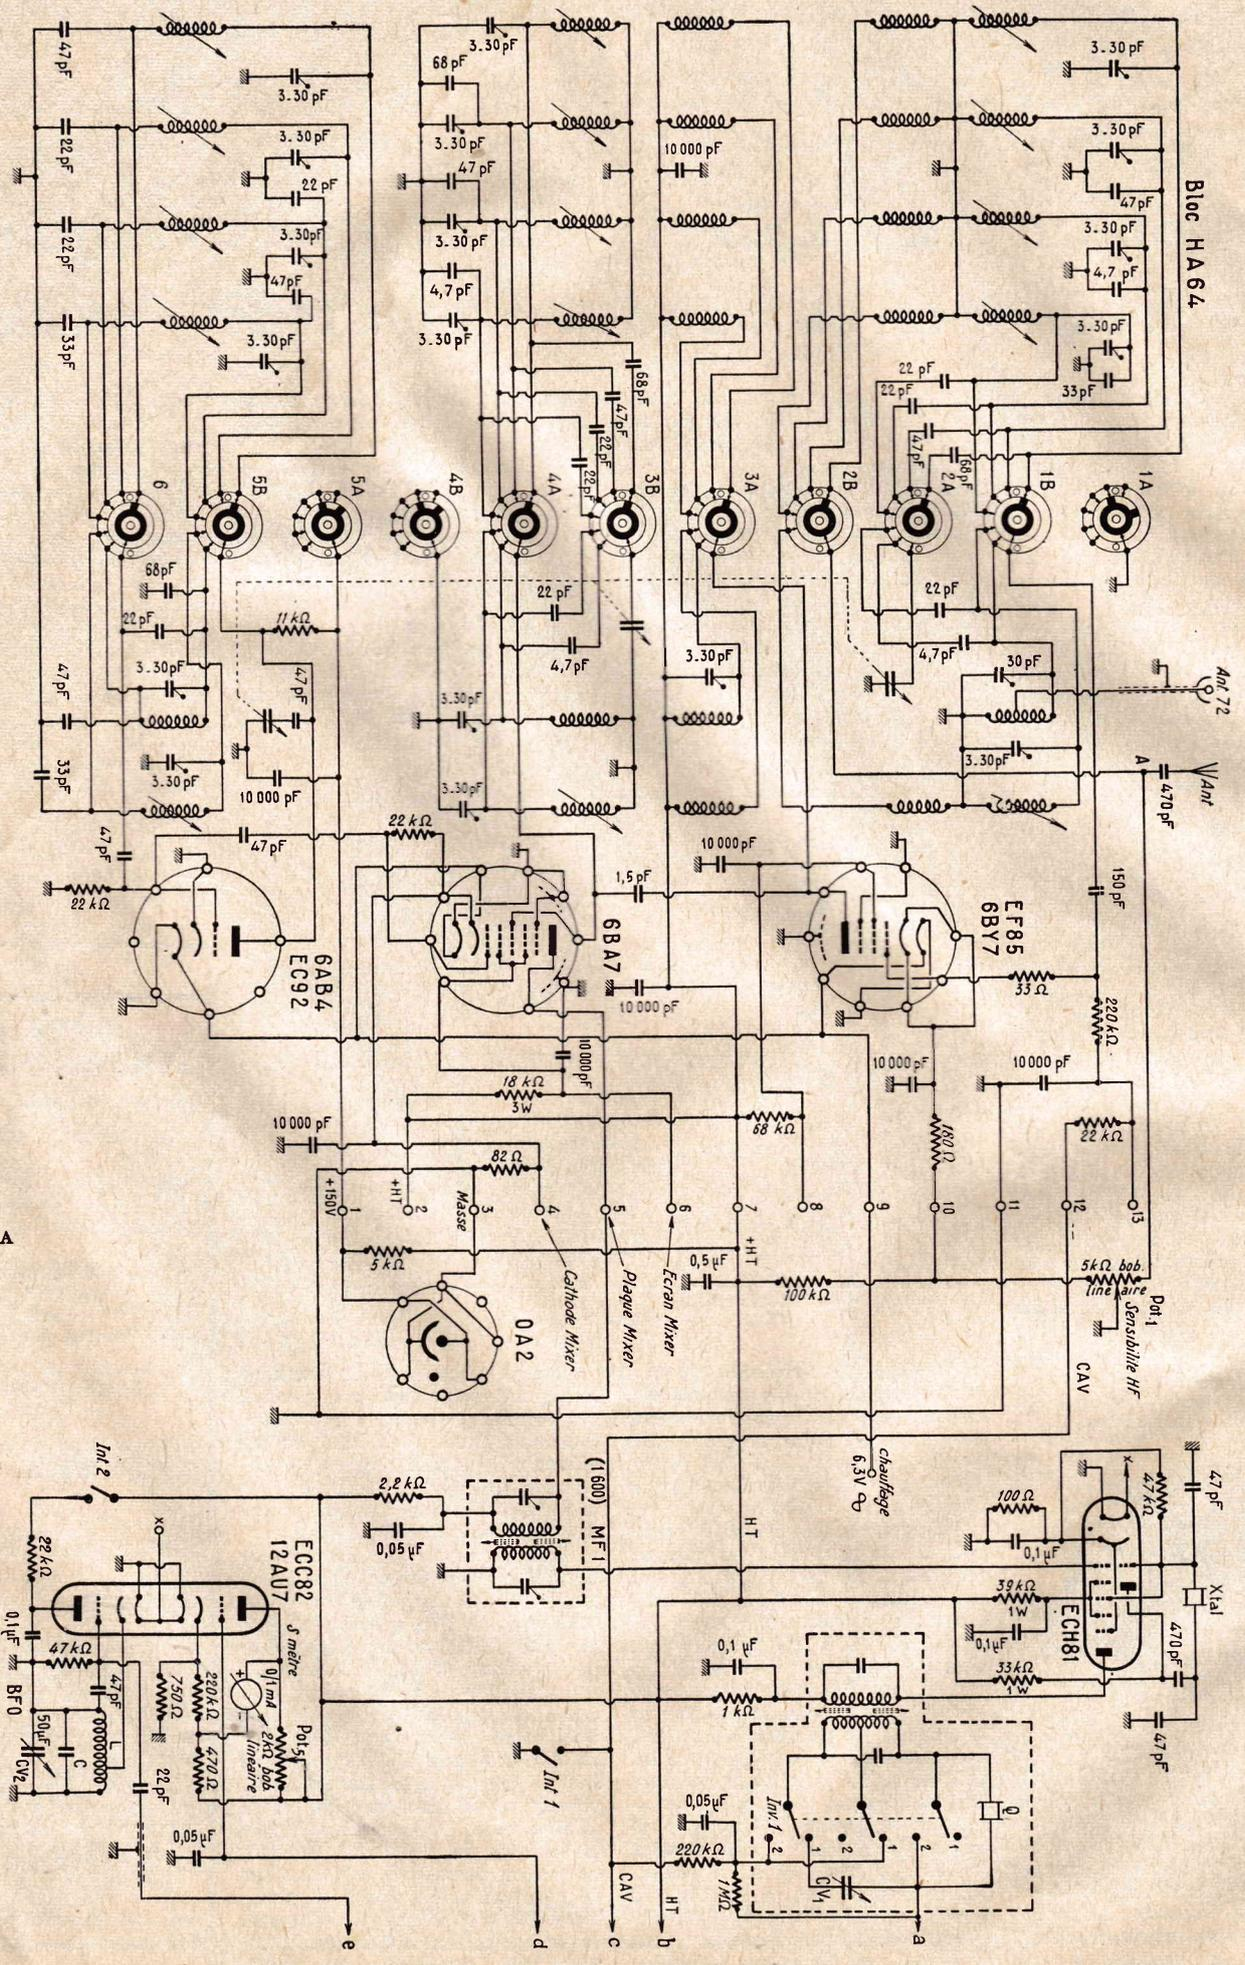

Fig. 2 A
Le schéma complet du récepteur est montré sur la figure 2. Mais avant de procéder à son
Le réglage de sensibilité préconisé à l'origine ne nous plaisant pas beaucoup, nous avons apporté une petite modification. La résistance de cathode de 180 Ω du tube EF85 (HF) est montée entre cathode et masse; c'est-à-dire entre la cosse 10 et la masse; nous avons modifié cette disposition en intercalant la résistance de 180 Ω en série dans la connexion allant à la cosse 10 (voir figure 2). Ceci, afin de pouvoir réaliser un réducteur de sensibilité HF agissant simultanément sur la polarisation du tube d'entrée et sur l'antenne (potentiomètre Pot. 1 de 5 000 Ω bobiné linéaire). Ce système est particulièrement intéressant dans le cas où des émetteurs puissants,
Pour terminer avec la figure 2, il ne nous reste que l'alimentation à examiner; elle est d'ailleurs très classique. La valve utilisée est du type GZ32 et les caractéristiques de tous les éléments, largement calibrés, sont données directement sur la figure.
7° Au point de vue câblage, on s'astreindra à faire des connexions aussi courtes et directes que possible. Sur la figure 2, nous n'avons représenté des fils blindés que pour la liaison du B.F.O. et pour les connexions au potentiomètre Pot. 2 (puissance BF). En réalité, il y en a d'autres. C'est ainsi que